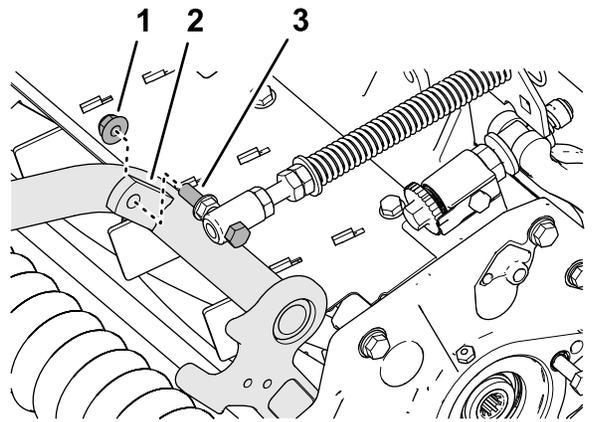

図 20
4. ターフ補正スプリングのキャップスクリューを、キャリアフレームの右側タブに組み付ける 図 20 フランジロックナット $\frac{3}{8}$ "を使用する。